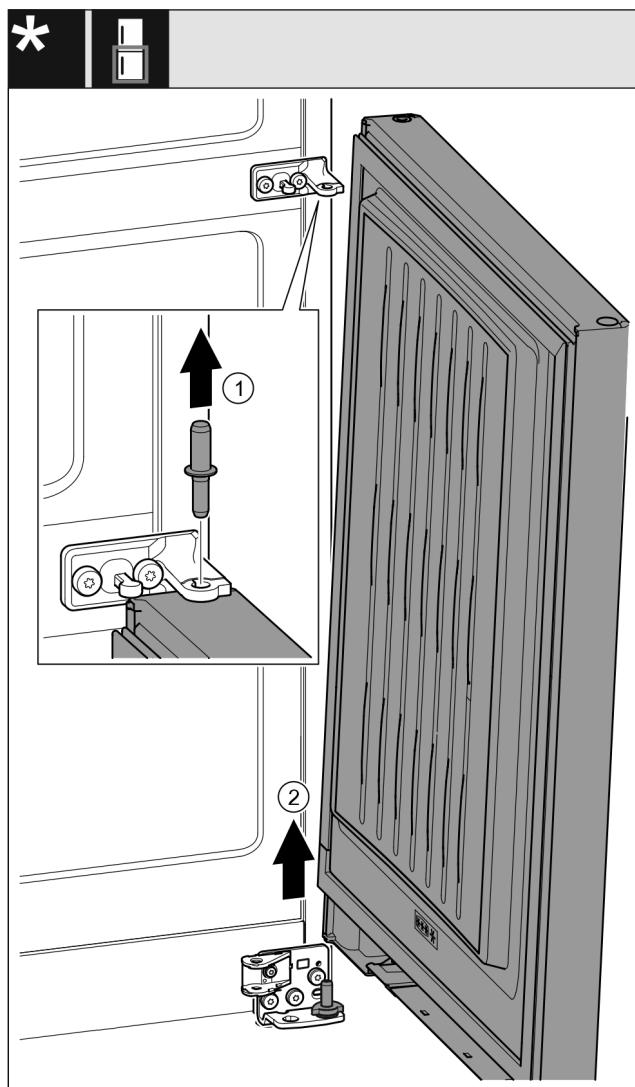

Fig. 26 *
- Bolzen Fig. 26 (1) nach oben herausziehen.*
- Tür Fig. 26 (2) herausschwenken, nach oben ziehen und beiseitestellen.*